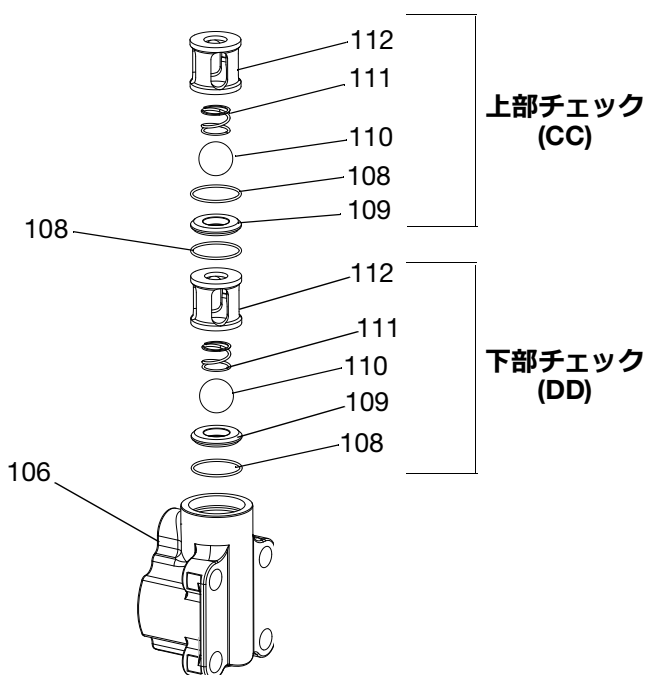

図 6
4. 上部チェック (CC) ボールケージ (112) を取り外し、ボールスプリング (111)、ボール (110)、O リング (108)、およびカーバイドシート (109) を点検します。
5. 下部ボール (110) を押し、それを液体インレットからのシート (109) から外し、インレットハウジング (106) を排出させます。
6. 下部チェック (DD) O リング (108)、ボールケージ (112) を取り外し、ボールスプリング (111)、ボール (110)、カーバイドシート (109)、および O リング (108) を点検します。図 6 を参照してください。